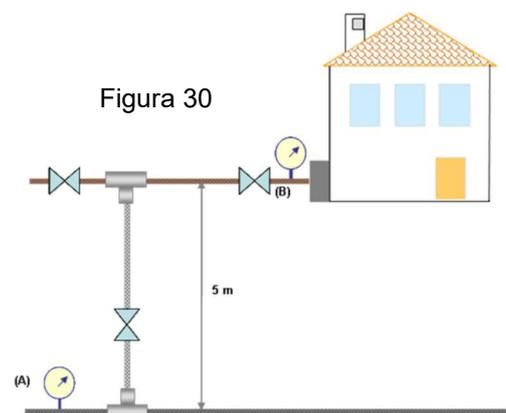

Figura 30
53 O abastecimento de água a uma habitação é feito a partir da instalação representada na Figura 30. Sabendo que a pressão em (A) é de 5 kgf/cm² e que se pretende à entrada da habitação (B) uma pressão mínima de 2 kgf/cm², determine o caudal em escoamento em (B).